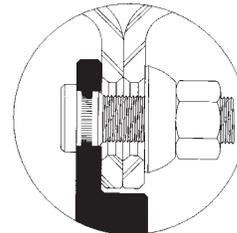

Figura 11
- ◆ Ruedas de montaje esférico no se deben usar con montajes de asiento plano o, tuercas planas (Ver figura 11). Ruedas de montaje de asiento esférico no tienen suficiente área de superficie cerca del agujero birlo para sostener la tuerca plana. Este tipo de desensamble puede conducir a pérdida de torque, rotura de birlos y de ruedas con grietas. La información sobre los tipos de montaje y tamaños se encuentran en el Catálogo de Ruedas y Rines de Accuride.